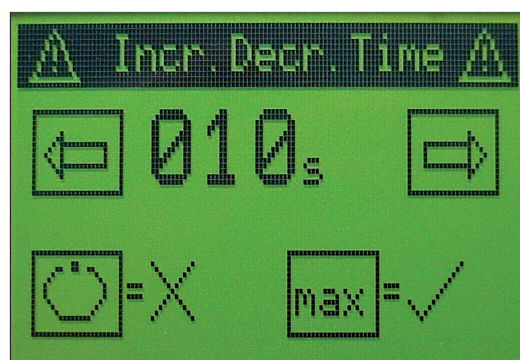

Fig. 30. Incr. Decr. Time menu
- Le menu Incr.Decr Time est affiché après une pression sur le bouton MAX. (Fig. 30).